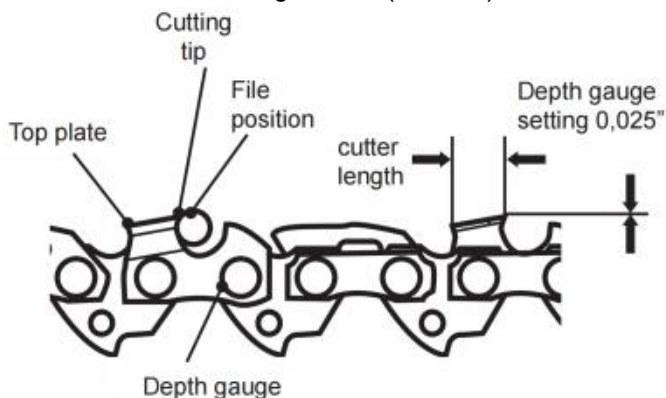

Fig. 75
9. Überprüfen Sie die Höhe mit einem Tiefenmesser der Tiefenmesser. Tiefenmesslehren sind bei erhältlich renommiertesten Werkzeughändler (Abb. 75).